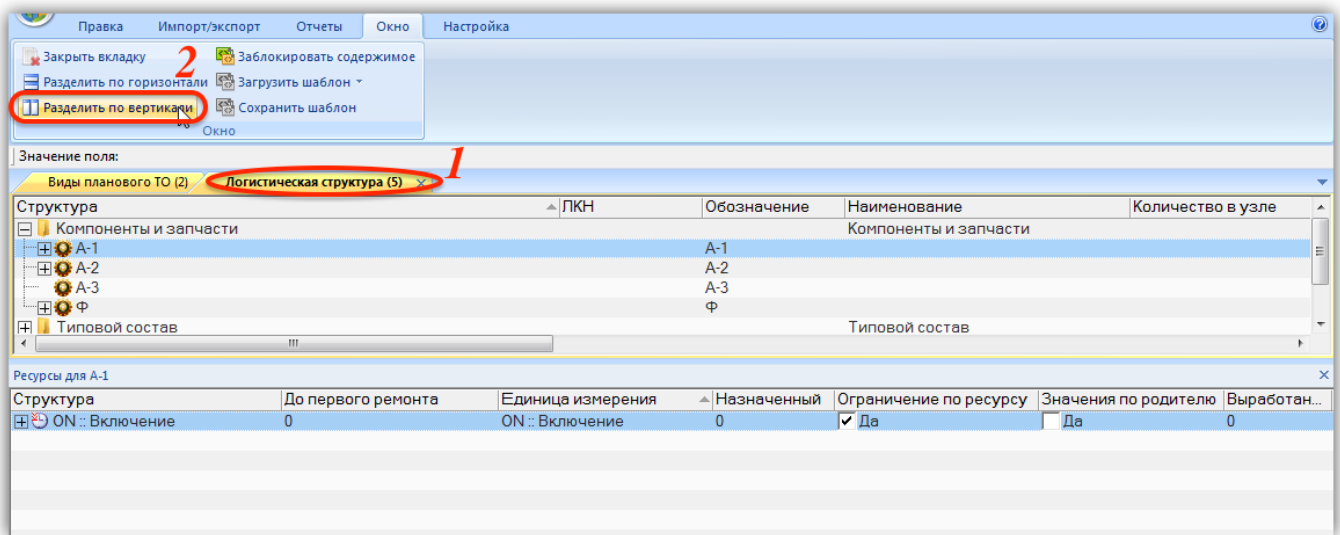

Рис. 5-45 – Исходная группировка рабочих окон
- 1) Выделить вкладку в группе рабочих окон (1 на рис. 5-45).
2) Нажать кнопку «Разделить по вертикали»  (2 на рис. 5-45) или «Разделить по горизонтали» .